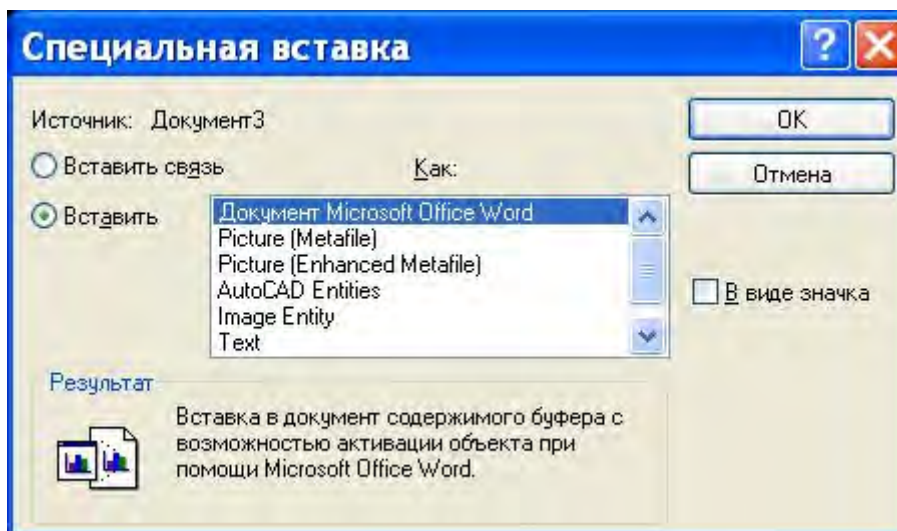
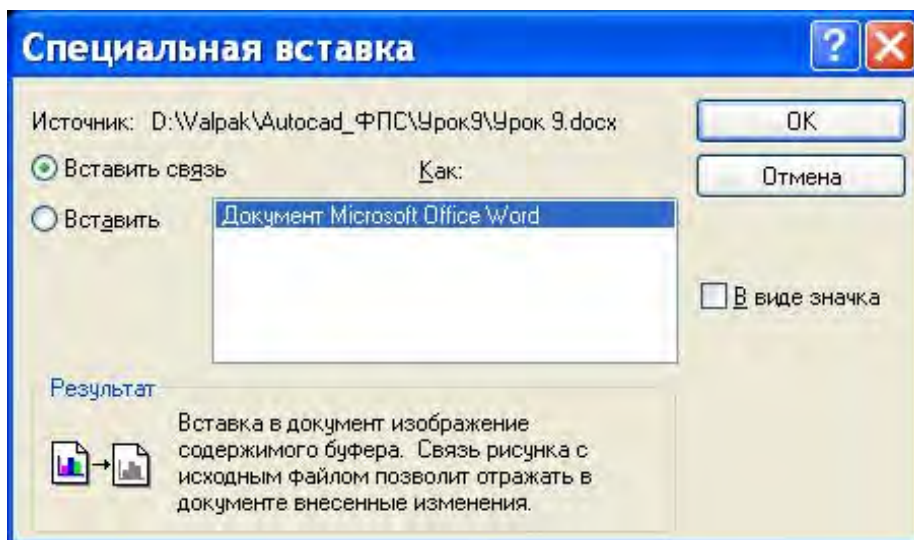

Рис. 29. Диалоговое окно внедрения OLE-объекта
Рис. 31. Вставка связанного объекта по команде **Edit — Paste Special**
2. В файле AutoCAD выберите команду **Edit — Paste Special**. Диалоговое окно специальной вставки показано на рис. 29.
Во втором случае выполняется команда **Edit — Paste Special** (см. рис. 29). В диалоговом окне нужно активизировать переключатель в положение **Вставить связь**. Окно тогда приобретает вид, показанный на рис. 31.